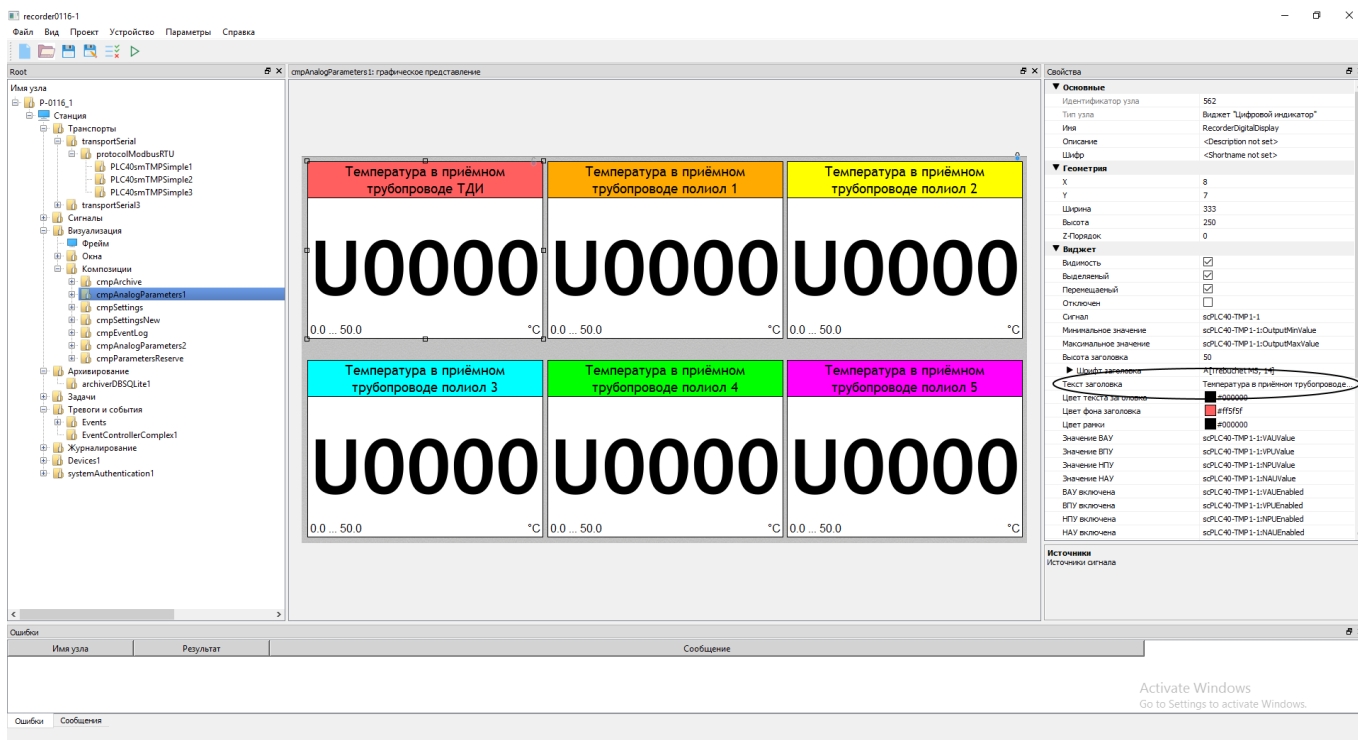

Рисунок 31 Изменение текста заголовка
4. Выделить нужный цифровой индикатор и поменять текст заголовка на необходимый (см. Рисунок 31).